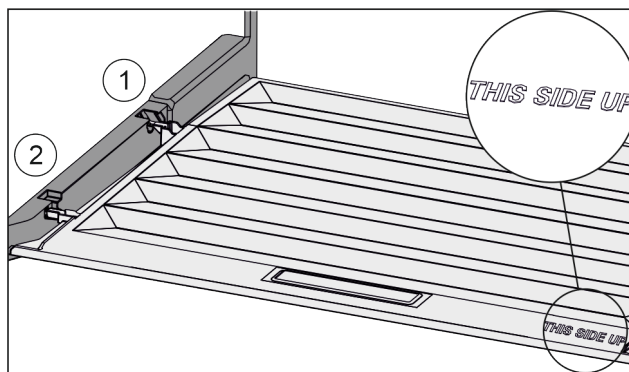

Fig. 74
- Výstupky veka zavedte cez otvor zadného držiaka Fig. 74 (1) a zaistite vpredu v držiaku Fig. 74 (2).